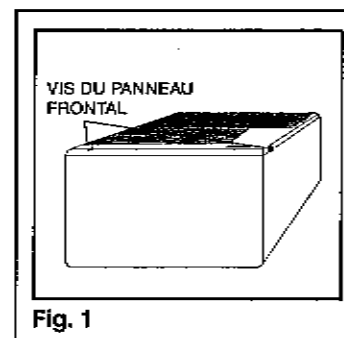

Fig. 1
- Enlevez les vis à tête Philips se trouvant sur l'arête de la grille frontale (à gauche et à droite en bas). (Fig. 1)